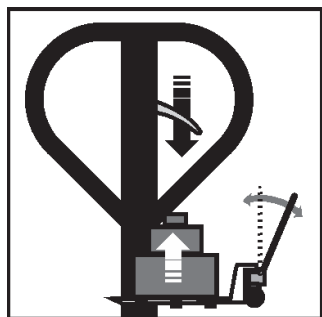

Fig. 7 – Elevar la carga
- a. Posicione la palanca para abajo y mueva el cable para elevar la carga (fig. 7).